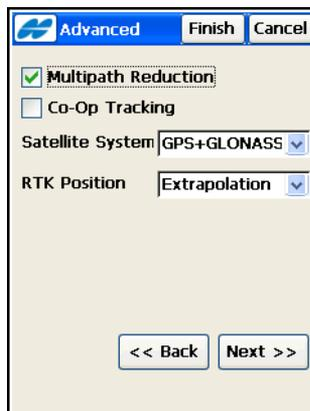

Abbildung 4-26. Erweiterte Parameter
16. Legen Sie die erweiterten Parameter für die Messung fest (Abbildung 4-26 auf Seite 4-21) und tippen Sie auf **Weiter**: